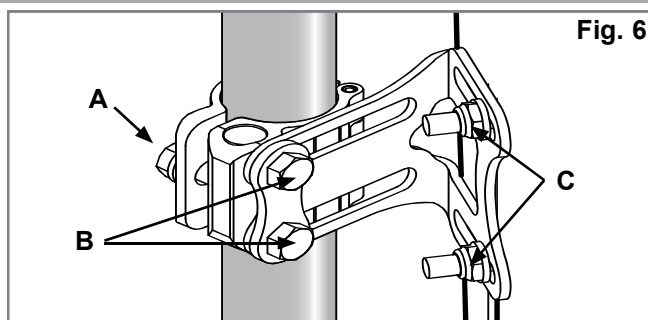

Fig. 6
(Fig. 6, 7).
1. Retirez les deux (2) vis (B) qui maintiennent le support de fixation au montant (Fig. 6).